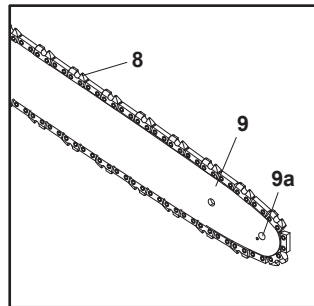

Fig. 4
6. O sentido da corrente é o indicado pela seta. Certifique-se de que a corrente (8) está corretamente colocada sobre a roda dentada (9a) da guia (9) (Fig. 4).